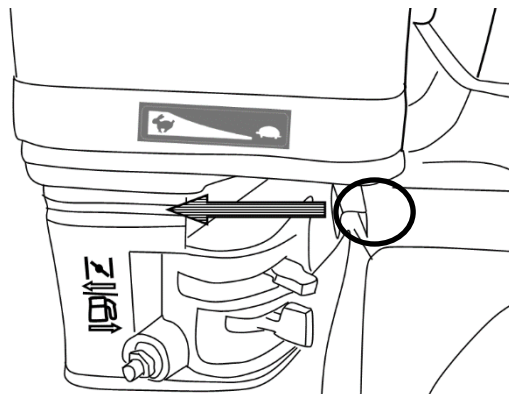

Abb. 12
D. Stellen Sie den Gashebel in die Position für hohe Drehzahlen. (Abb. 12)